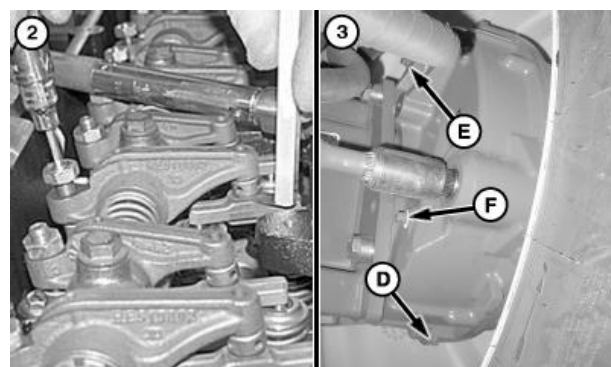

Рис.4.69 – Проведення регулювання механізму газорозподілу (клапанів) (2) та заміна мастила в кінцевих передачах (3)
2. Провести регулювання механізму газорозподілу (клапанів) (рис.4.69). Необхідно перевірити та при необхідності відрегулювати зазори клапанів двигуна. Для роботи викликається дилер компанії.
3. Замінити оливу в кінцевих передачах (з обох сторін) (рис.4.69). Викрутити зливну пробку (D) та виконати зливання. Через заливну пробку (Е) залити оливу доки рівень не буде знаходитися в межах 12 мм від нижньої крайки контрольного отвору (F).